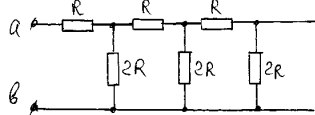

рис.3
5. На рис.3 показана нескінченна ланцюгова схема. Чому дорівнює її вхідний опір відносно затискачів а і в?